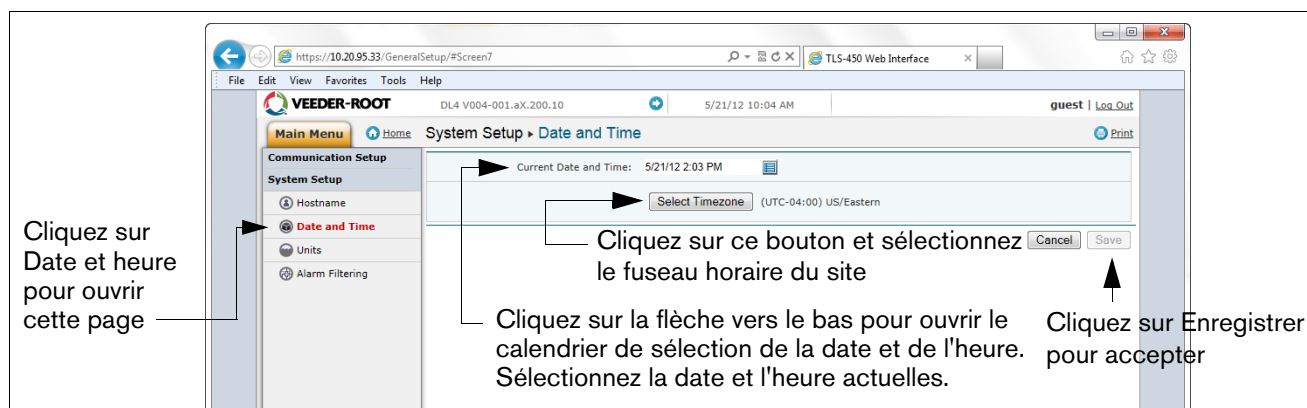

Figure A-11. Saisie de la date et de l'heure
13. Depuis le menu Configuration du système, sélectionnez le lien Date et heure pour accéder à l'écran de réglage de la date et de l'heure actuelles (voir l'exemple à la Figure A-11.).